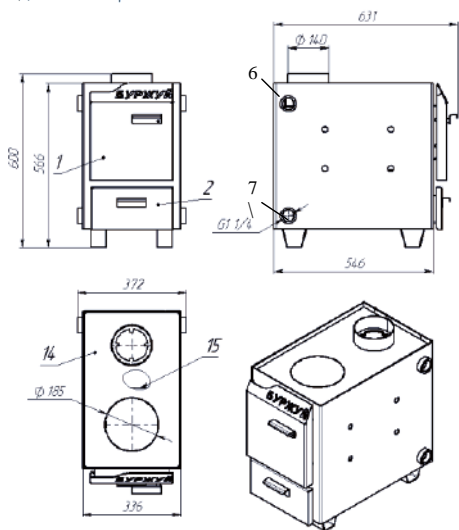
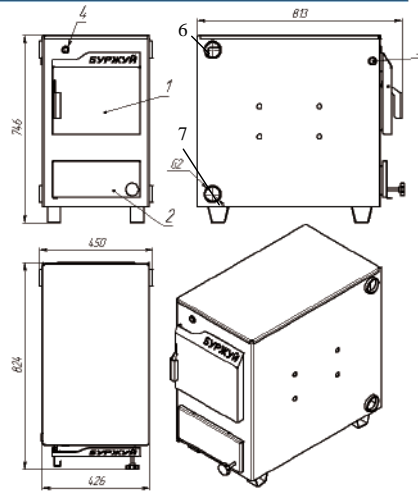

Рис. 1.1. Буржуй™ КП 10
Рис. 1.5. Буржуй™ K20
Основные элементы конструкции котла показаны на Рис. 1.1 - Рис. 1.5.
3.1. Котел (Рис. 1.1 - 1.5.) представляет собой сварную конструкцию из листовой стали, состоящую из камеры сгорания и корпуса котла (теплообменника).